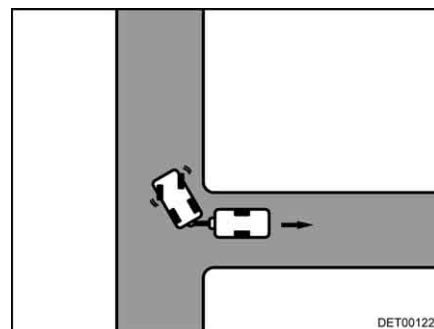

Fig. 19 Braquer à droite
- Braquer à droite et avancer prudemment en marche arrière (Fig. 19).